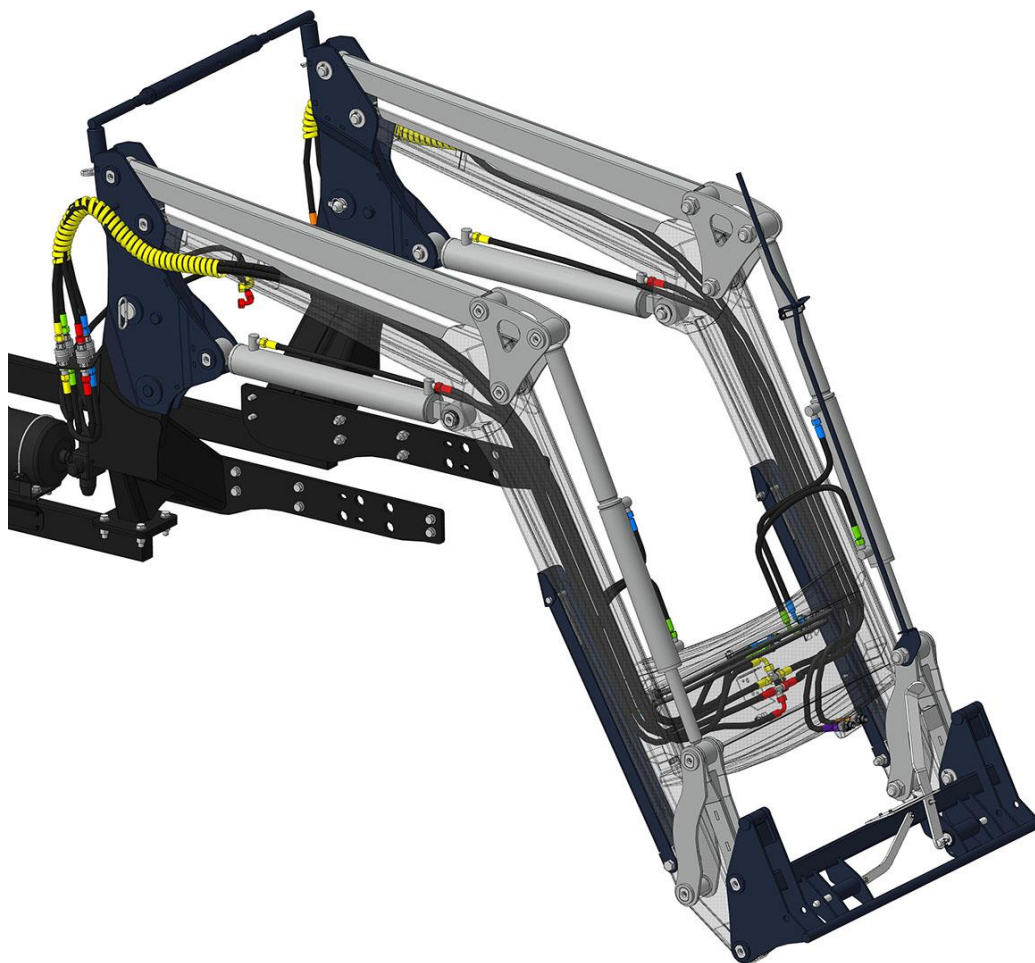

Рис. 1.24 – Гидросистема погрузчика
1.4.12 **Стандартная гидравлическая система** погрузчика состоит из гидроцилиндров подъёма – 2 шт., гидроцилиндров разворота рабочего органа – 2 шт., трубопроводов, комплекта рукавов высокого давления, управляющих устройств. Предназначена для приведения погрузчика в движение (рис. 1.24, 1.25).